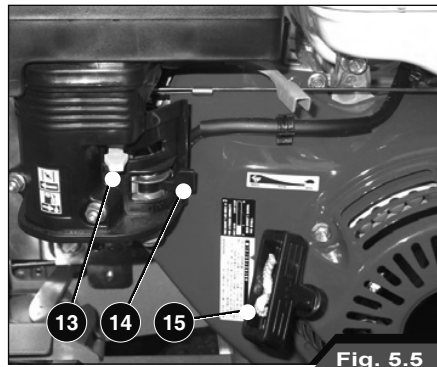

Fig. 5.5
- Mettre la manette de commande des gaz (5) à mi-course.
- Préparer votre tondobroyeuse à fléaux pour l'allumage, en agissant sur le petit levier de Starter (13) pour les moteurs à essence. Le Levier du débit de carburant ON/OFF (14) doit permettre le passage du combustible (Fig. 5.5). Consulter le mode d'emploi et d'entretien du moteur.